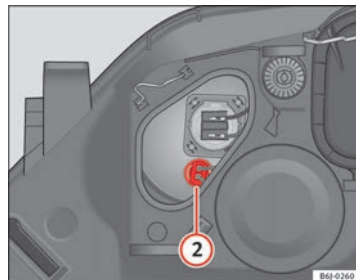

Abb. 158 Standlicht
- Ziehen Sie den Stecker ⇒ Abb. 158 ② nach außen ab.